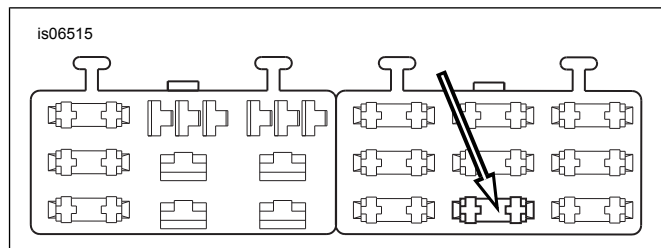

Figura 9. Cavidad "OPEN" del bloque de fusibles (Dyna de 2004 y posteriores)
4. Ver Figura 9 . Localice la cavidad del fusible (1) indicada como "OPEN" (abierto) en la cubierta del bloque de fusibles en el bloque de fusibles del lado derecho. Debe haber un cable alimentando un lado de este circuito pero no habrá ni un cable ni un fusible de acoplamiento. Inserte el terminal en el cable del adaptador naranja/blanco hasta que se detenga. Vea algún terminal cercano instalado en la fábrica para compararlo y verificar que esté correctamente orientado y a la profundidad correcta.